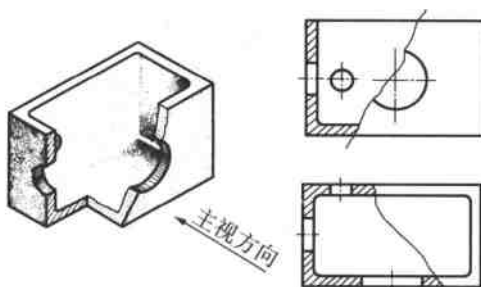

图 32
32. 根据轴测图 (图 32), 分析画法的错误, 在图中画出正确的局部剖视图。